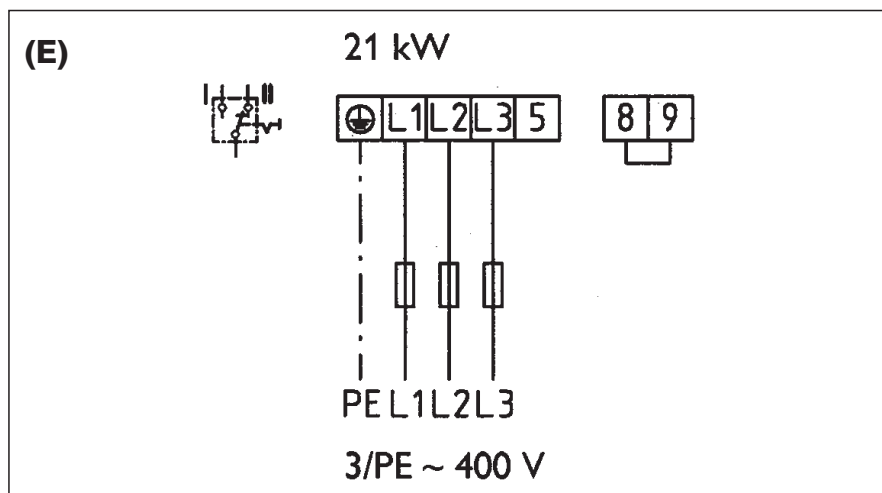

Fig. 14
(E) Funcionamiento como acumulador monocircuito, fig. 14